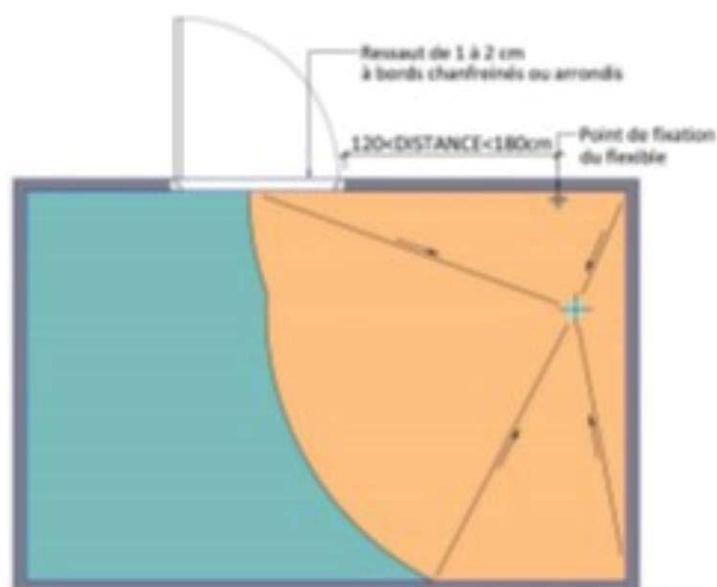

Figure 3 - Cas de la porte située dans la zone exposée à l'eau et à plus de 120 cm du point de fixation du flexible (projections d'eau non contenues)
- Ressaut à bords chanfreinés ou arrondis, compris entre 1 et 2 cm au droit du seuil de porte afin d'éviter les migrations d'eau en dehors de la salle de bain selon le positionnement de la porte (figures 3 et 4),